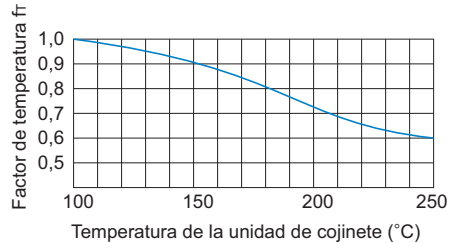

Fig.1 Factor de temperatura (fr)
**fr** : Factor de temperatura (consulte Fig.1)